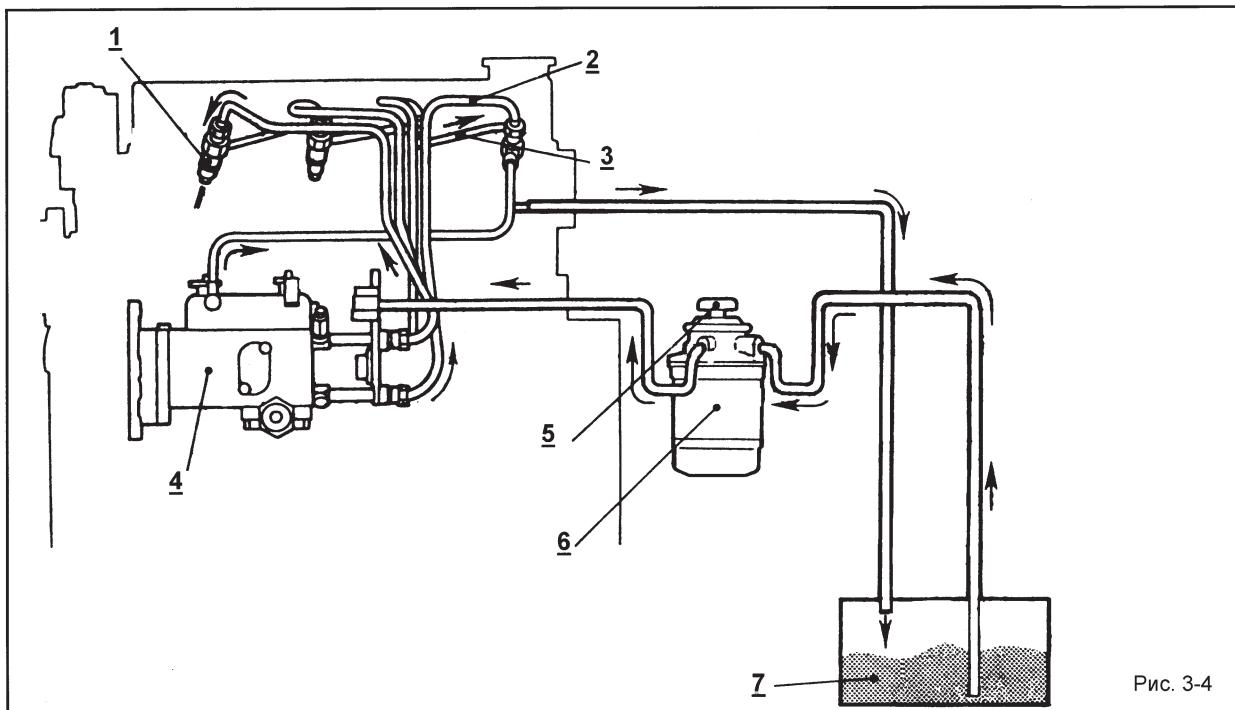

Рис. 3-4
3. 4. Топливная система (рис. 3.4)